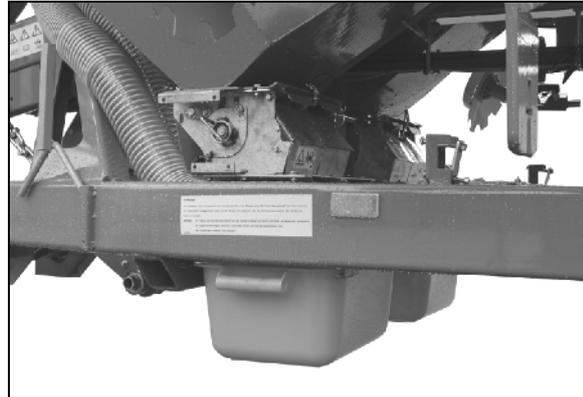

Fig. 74
1. Remplacez la manivelle (Fig. 74) sur le support de transport.
3. Fixez l'auget d'étalonnage (Fig. 74) sur le support de transport et bloquez-le avec une goupille.
3. Poussez l'auget d'étalonnage (Fig. 74) sur le support.